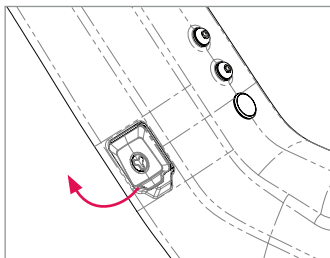

Figure 6
2. Trouvez le capot du port de charge sur le côté sans chaîne du VAE, près de la base du tube de selle. Ouvrez le capot magnétique à l'aide de la patte située sur le bord inférieur (Fig. 6).